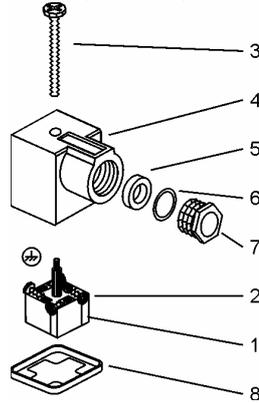

Рис. 5 (EX7/EX8)
- Для проверки двигателя используйте омметр с соответствующим диапазоном шкалы, как показано на Рис.3 (EX5/EX6) и Рис.5 (EX7/EX8).